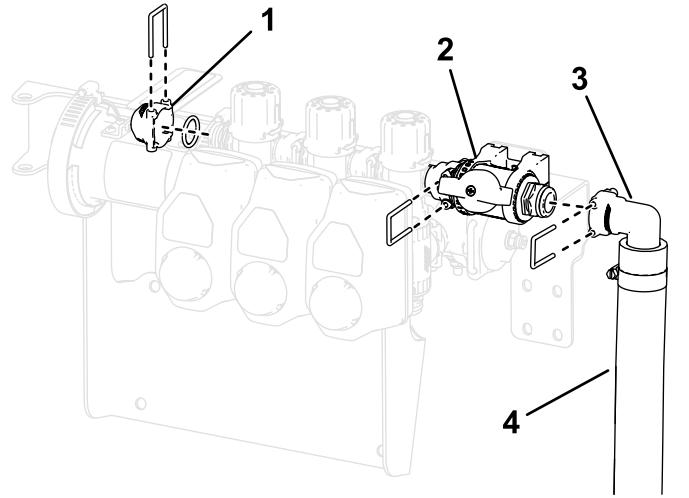

Figura 29
7. Sujete el conjunto de la válvula de control a la válvula del brazo con la junta tórica y la horquilla de retención que se retiró anteriormente, como se muestra en la Figura 29.
8. Instale la tapa (½"), las juntas tóricas, el acoplamiento y la manguera en la válvula de control usando las horquillas de retención que se retiraron anteriormente, como se muestra en la Figura 29.